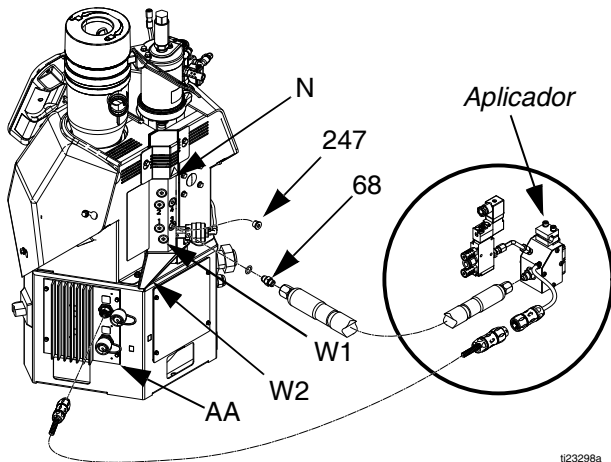

FIG. 9
6. Instale las mangueras calefactadas, vea la FIG. 9:
a. Coloque un paño en la bandeja de drenaje (W2) conectada al fundidor. Puede haber quedado aceite residual de la fábrica en el sistema. Consulte la FIG. 9.
b. Use una llave Allen de 1/4 pulg. para retirar el tapón del puerto de drenaje (W1). Consulte la FIG. 9.
c. Cuando el fluido deje de drenar, vuelva a colocar el tapón del puerto de drenaje (W1) y luego retire el paño. Consulte la FIG. 9.
d. Retire el tapón (247) de la salida de menor número en el fundidor. No use el tapón de drenaje (W1). Consulte la FIG. 9.
NOTA: En el paso siguiente, el lado de la junta tórica del accesorio de conexión hidráulica (68) apunta hacia el sistema. Consulte la FIG. 9.
e. Instale el accesorio de conexión hidráulica suministrado (68) con una junta tórica en el puerto abierto y ajuste con una llave o tubo de 11/16 pulg.
f. Instale la manguera en el accesorio de conexión hidráulica (68) con el lado macho del conector eléctrico hacia el sistema. Use la llave de 11/16 pulg. para ajustar la manguera en el accesorio de conexión hidráulica (68).
g. Ubique el conector del MZLP (AA) marcado con el mismo número que el puerto de salida del fluido de la manguera. Retire la cubierta de ese conector y luego coloque el conector de la manguera calefactada. Consulte la FIG. 9.
7. Instale el aplicador o aplicadores; vea la FIG. 9:
a. Conecte la salida de fluido de la manguera calefactada a la entrada de fluido del aplicador. Use una llave de 11/16 pulg. para apretar. Consulte la FIG. 9.
b. *Para aplicadores Graco*, conecte el conector eléctrico del aplicador al conector eléctrico de la manguera calefactada. Consulte la FIG. 9.